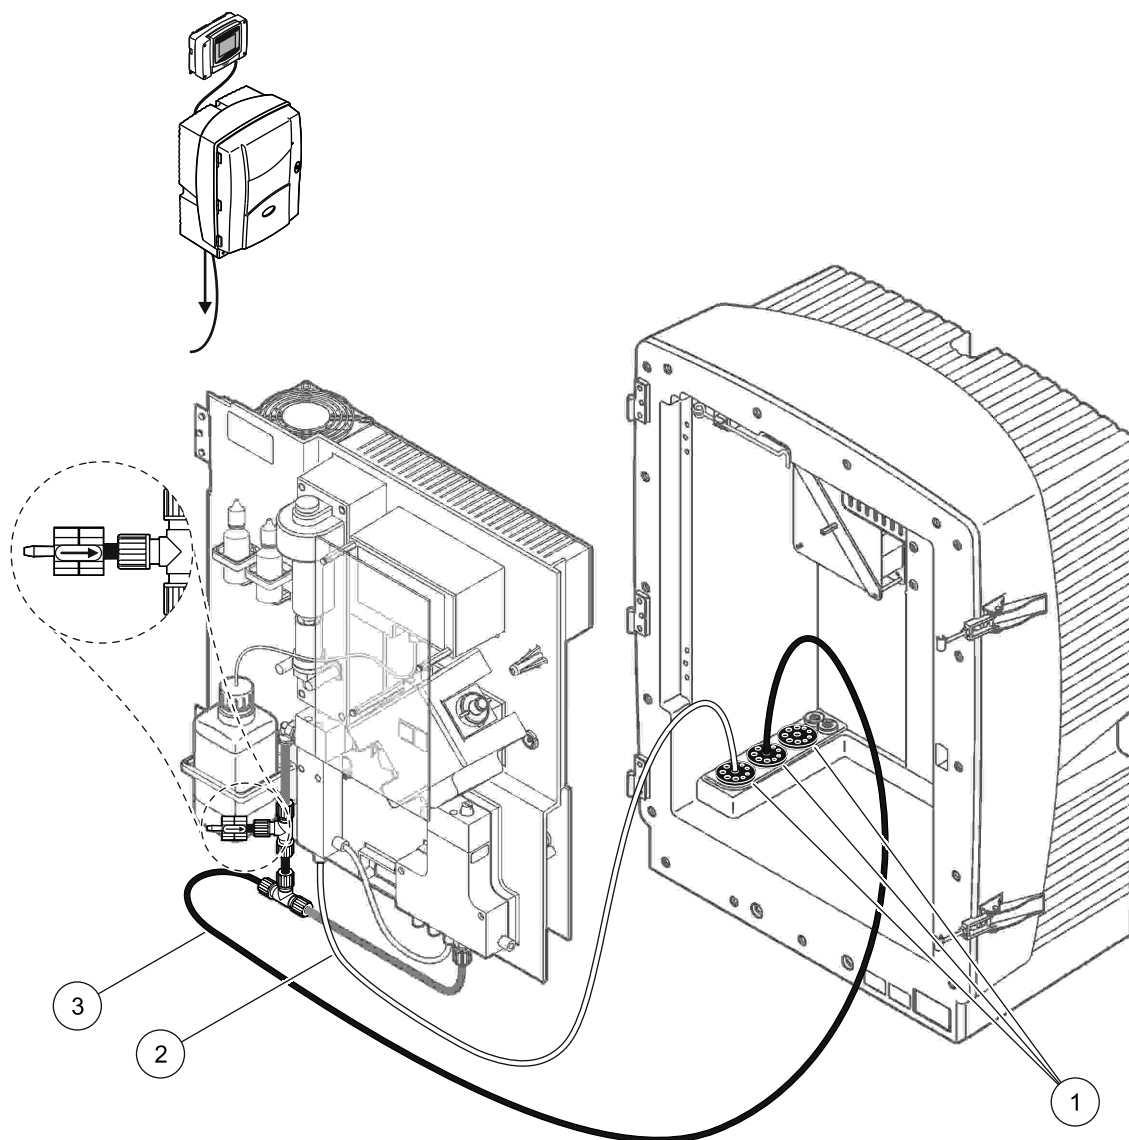

Figura 40 Configuração da Opção 10a
Consulte Figura 40 na página 110 e as instruções a seguir, relativas à Opção 10a:
2. Passe a linha de amostra da unidade de preparação da amostra pelo analisador (Figura 40 na página 110, item 2). Use o Plugue de vedação No. 3 para prendê-la.
3. Passe o tubo do dreno pelo analisador (item 3). Use o Plugue de vedação No. 3 para prendê-lo.